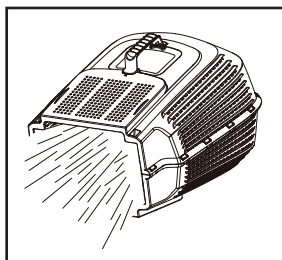

Fig. 10
1. Pentru a demonta coșul colector de iarbă (14), ridică deflectorul (13) și desprinde coșul (fig. 10).